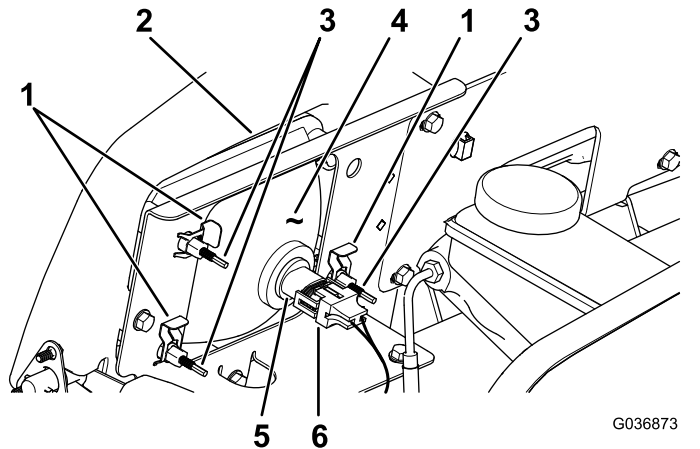

Figura 36
3. Desconecte el conector eléctrico del arnés de cables del conector del conjunto de la lámpara (Figura 36).
4. Retire los conectores rápidos que sujetan el faro al soporte del faro (Figura 36).
5. Retire el faro desplazándolo hacia adelante y pasándolo por el hueco del parachoques delantero (Figura 36).
6. Introduzca el faro nuevo a través del hueco del parachoques (Figura 36).
7. Sujete el conjunto del faro con los conectores rápidos que se retiraron en el paso (4).
8. Conecte el conector eléctrico del arnés de cables al conector del conjunto de la lámpara (Figura 36).
2. En la parte trasera del faro, gire los tornillos de ajuste (Figura 36) para pivotar el conjunto y ajustar de la posición del haz de luz.